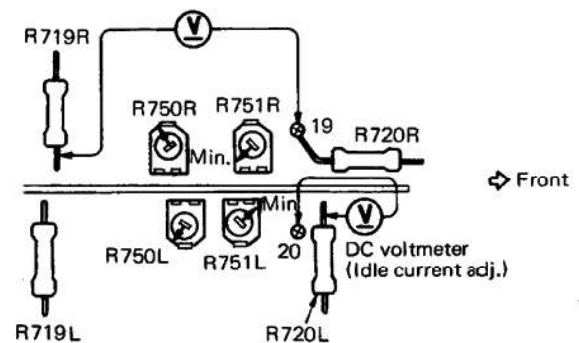

Fig. 7 Abb. 7
- ① Adjust R751L(R) so that the voltage is 7.7mV.
- ② Next, adjust R750L(R) so that the voltage is minimum (7.7mV \pm 2mV). When this is impossible, repeat items ① and ②. (Fig. 7)
- ① R751L(R) auf eine Spannung von 7,7mV abgleichen.
- ② Danach R750L(R) so einstellen, daß die Spannung ein Minimum (7,7mV ± 2mV) beträgt.
Ist dies nicht möglich, die Punkte ① und ② Wiederholen. (Abb. 7)
- ① Ajuster R751L(R) pour que la tension obtenue soit de 7,7mV.
- ② Ensuite, ajuster R750L(R) pour que la tension obtenue soit minimale (7,7mV ± 2mV).
Quand il est possible de le faire, refaire les réglages ① et ②. (Fig. 7)